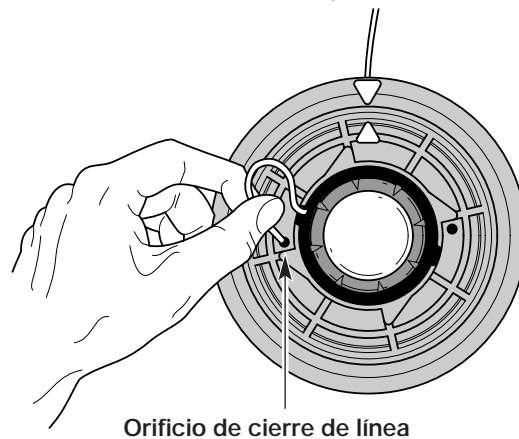

Fig. 48
5. Inserte la línea en el orificio de cierre. No empuje la línea más de 12,7 mm (1/2 pulgada) dentro del orificio de cierre. Cuando la línea está bien insertada, formará un bucle pequeño (Fig. 48).